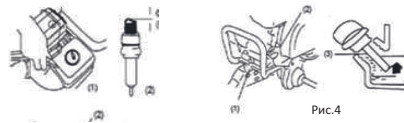

Рис. 4
3. Проверять свечу зажигания каждые 50 часов работы. Удалите отложения и отрегулируйте зазор между электродами до 0,6–0,7 мм. (см. рис. 4). Проверьте ребра охлаждения и очистите их от грязи.